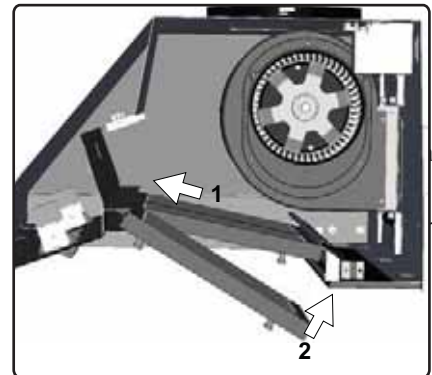

FIG. 6
**Installation des filtres déflecteurs (FIG. 6):**